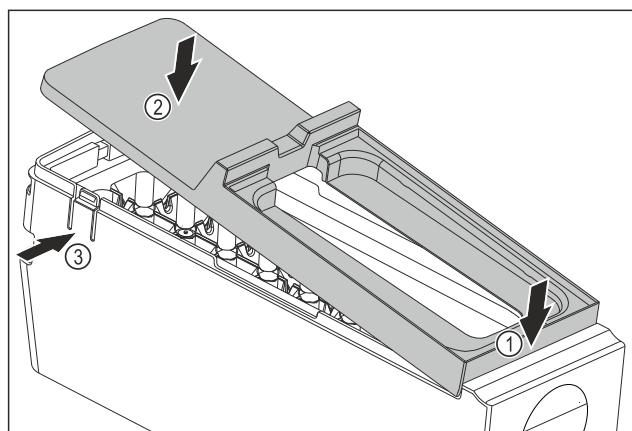

Fig. 133
- Монтаж на капака на корпуса на EasyTwist-Ice: Поставете капака отпред. Fig. 133 (1)
- Спуснете капака отзад. Fig. 133 (2)
- Капакът се фиксира с щракване в двете езичета Fig. 133 (3).